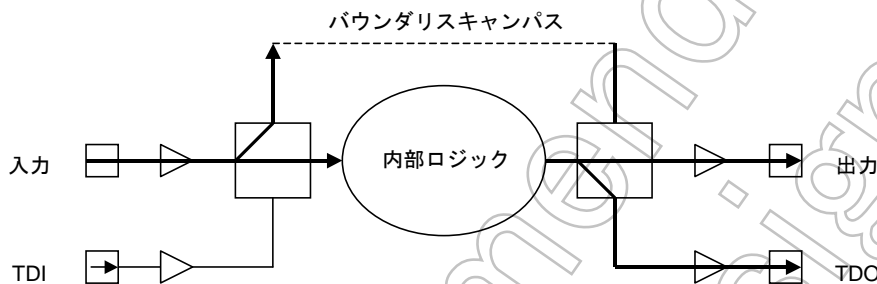

図 21.9 SAMPLE が選択されているときのテストデータの流れ
- SAMPLE は IC の I/O パッドを観測するのに使います。SAMPLE が I/O パッドを観測しているあいだ、内部ロジックは IC の I/O 端子から切り離されません。SAMPLE は Capture-DR 状態で実行します。通常動作中、TCK の立ち上がりエッジにおいて IC の I/O 端子の値を読み取ることが SAMPLE の主な用途です。図 21.9 に SAMPLE/PRELOAD 命令の SAMPLE を実行しているあいだのデータの流れを示します。